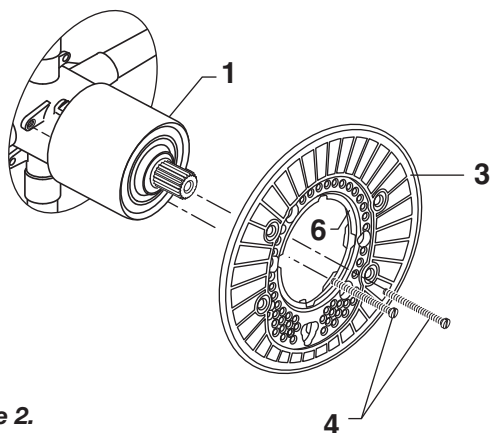

Figure 2.
- **Figure 2.** Make sure O-RING (6) is secure within ESCUTCHEON HOLDER (3). Push ESCUTCHEON HOLDER (3) onto CAP (1) and attach with LONG SCREWS (4).
- **Figure 2.** S'assurer que les JOINTS TORIQUES (6) sont bien fixés au niveau du PORTE-ÉCUSSON (3). Poussez le PORTE-ÉCUSSON (3) sur le CAPUCHON (1) et fixez-les au corps de la valve à l'aide des LONGUES VIS (4).